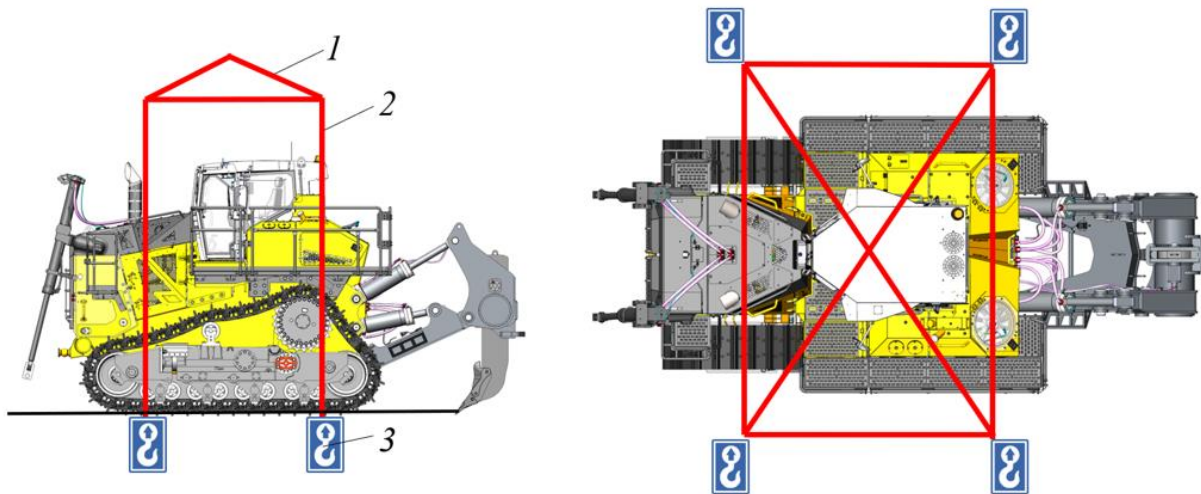

Рисунок 3.155. Точки крепления грузоподъемных строп
- ▶ Закрепить строповочное устройство (цепь или канат) 2 спереди и сзади в отмеченных точках строповки/подъема под гусеницами, см. рис. 3.155. Убедитесь, что строповочное устройство соприкасается только с точками подъема.